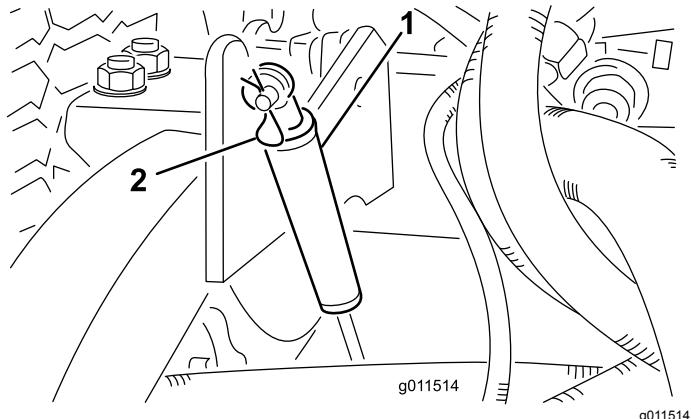

図 120
2. ダンパを昇降アームに固定しているヘアピンコッターを外す図 120。